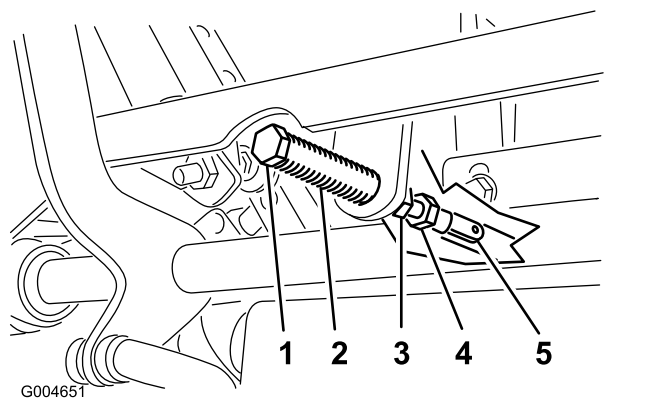

Figura 83
5. Puxe a alavanca para trás até que o pino de segurança (no braço por cima do eixo da articulação) entre em contacto com a extremidade da ranhura (até começar a fazer pressão na mola), como se mostra na Figura 83.
7. Se for necessário ajuste, solte a porca e a porca de bloqueio encostada à forquilha (Figura 83).
8. Aplique uma pressão ligeira para trás à alavanca de controlo do movimento, rode a cabeça do parafuso de ajuste na direção adequada até a alavanca de controlo estar centrada na posição BLOQUEADA EM PONTO-MORTO (Figura 83).
9. Aperte a porca e a porca de bloqueio (Figura 83).
10. Aperte as porcas de bloqueio nas juntas de esfera (Figura 83).